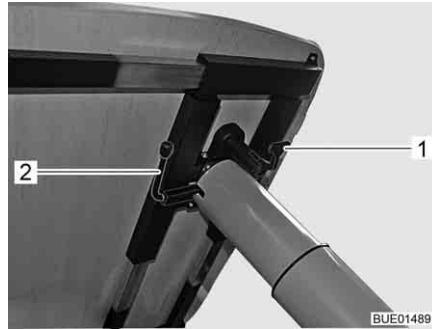

Bild 107 Inställning lyftbord
- Fäll ned låsarmen (Bild 107,1).
- Vrid spaken (Bild 107,2) under bordsskivan 180° moturs. Lyftmekanismen i bordsbenet låses upp.
- Vrid spaken (Bild 107,2) under bordsskivan 180° moturs. Bordsskivan åker själv upp till det övre ändläget.